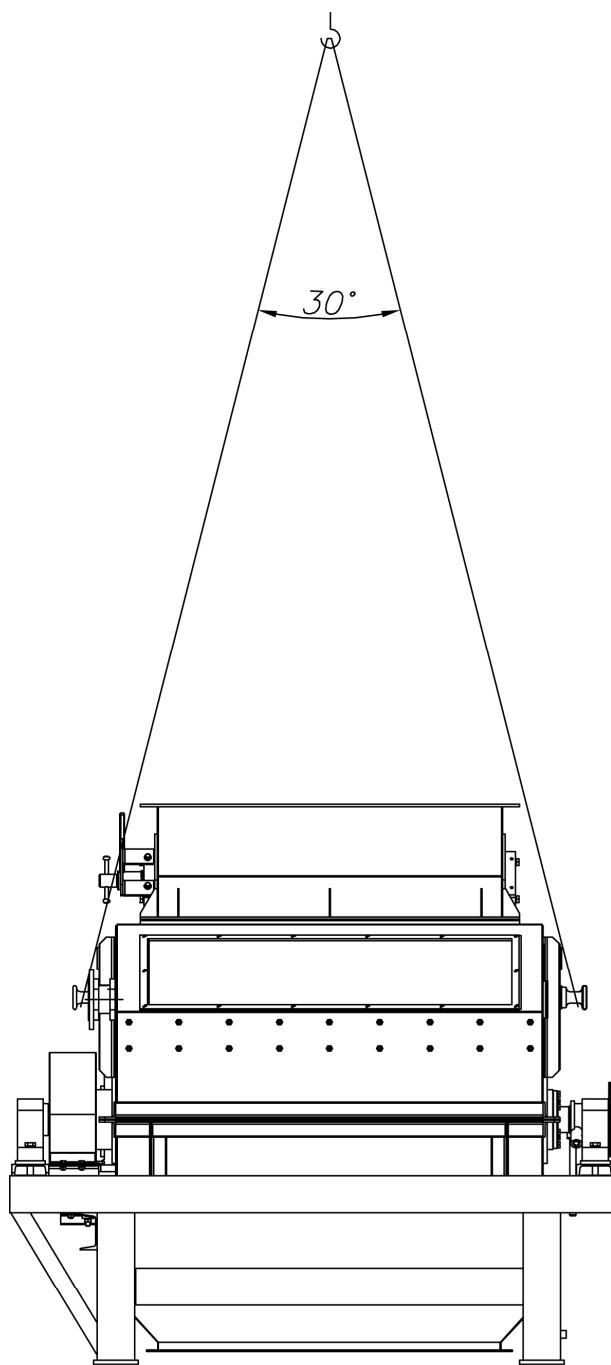

Рис. 4
**5.4.** Строповка сепаратора производится за цапфы согласно схеме (рис. 4).